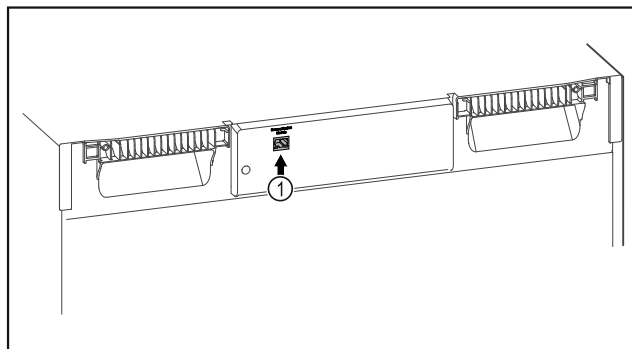

Fig. 95
- SmartModule Fig. 95 (1) är insatt.